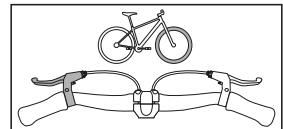

Abb. 1: Bremshebelzuordnung
- ↳ Machen Sie sich mit der Bremshebelzuordnung vertraut. Der rechte Bremshebel wirkt auf die Hinterradbremse, der linke Bremshebel auf die Vorderradbremse (siehe Abb. 1).